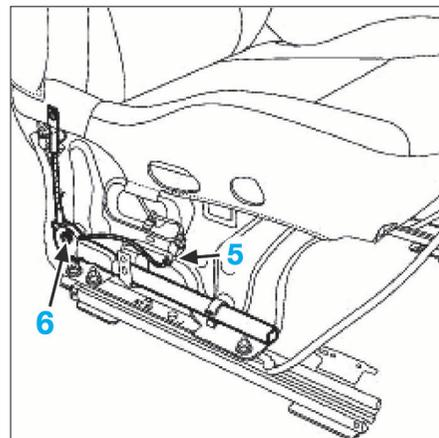

FIG. 22
- les vis (2) de fixation de la poignée de réhausse,
- la vis (3) de fixation du carter de siège.
- Déclipser le carter de siège en partie avant (4) puis en partie arrière.
- Débrancher le connecteur (5) (Fig.22).